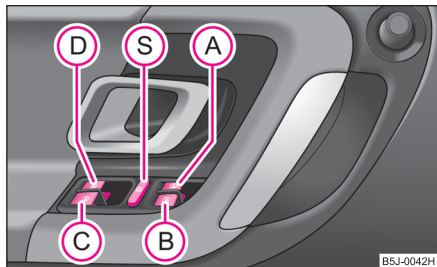

Fig. 28 Tastele din ușa conducătorului
Comutatoarele pentru fiecare geam se găsesc în ușa conducătorului ⇒ fig. 28, pasagerului din dreapta și în ușile din spate*.
Apăsând comutatorul de siguranță **S** ⇒ pagina 41, fig. 28, puteți scoate din funcțiune comutatoarele din ușile din spate. Apăsând încă o dată comutatorul de siguranță **S**, puteți restabili funcționarea tastelor din ușile din spate.
- Când se transportă copiii pe locurile din spate, vă recomandăm să scoateți din funcțiune comutatoarele din ușile din spate (comutatorul de siguranță) **S** ⇒ pagina 41, fig. 28.